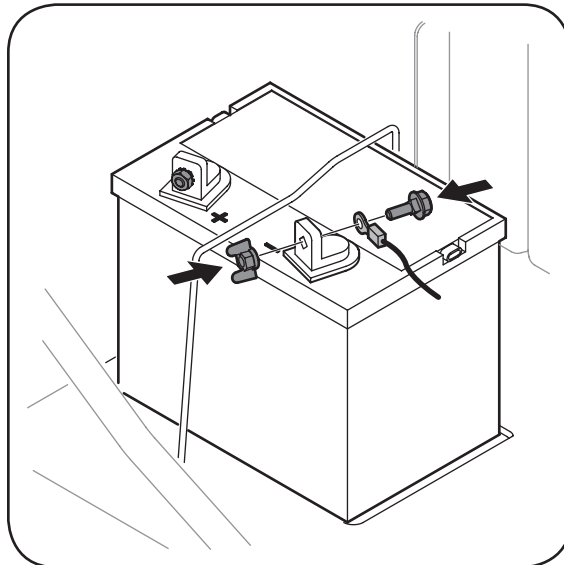

Figura 3-6: Una el cable negativo al terminal negativo.
1. Quite la tuerca de mariposa y el cerrojo del cable negativo, la Figura 3-6.